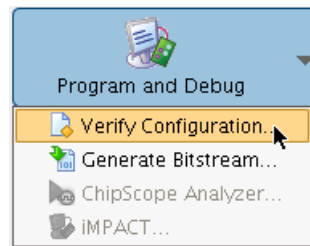

図 29 : コンフィギュレーションの検証
1. Flow Navigator の [Program and Debug] ドロップダウン リストから [Verify Configuration] をクリックします (図 29)。